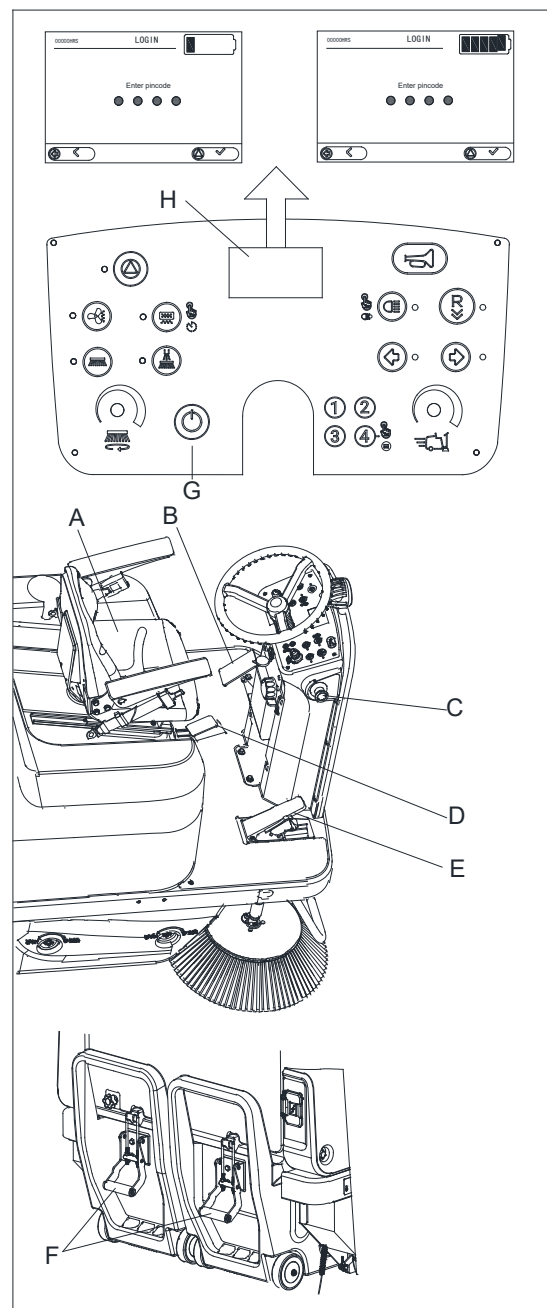

Figura 7
10. Sente-se no assento (A, Figura 7) e pressione o botão ligar/desligar (G, Figura 7) para iniciar a máquina (consulte a secção de procedimento operacional a seguir).
11. Verifique a carga da bateria. Se o LCD (H, Figura 7) mostrar o ícone da bateria com 5 barras, significa que a bateria está totalmente carregada e a máquina pode ser usada. Se o LCD (H, Figura 7) mostrar o ícone da bateria com 1 barra ou menos, a bateria precisa ser carregada. (Consulte a secção de manutenção para o carregamento da bateria.)
12. Verifique o travão (B, Figura 7). O travão deve estar bloqueado e ser fácil de soltar (se houver problemas, consulte o centro de assistência).
13. Verifique o pedal do painel frontal (D, Figura 7) para um funcionamento suave.
14. Pressione o pedal do acelerador (E, Figura 7) para verificar se a máquina consegue avançar ou parar.
15. Para garantir a segurança da máquina, pressione o interruptor de paragem de emergência (C, Figura 7) irá parar imediatamente a máquina. Rode o interruptor de paragem de emergência para reiniciar. Se quiser continuar a utilizar a máquina, é necessário reiniciá-la para sair do modo de paragem de emergência.
17. Certifique-se de que a trava do depósito de poeiras (F, Figura 7) esteja bem presa.